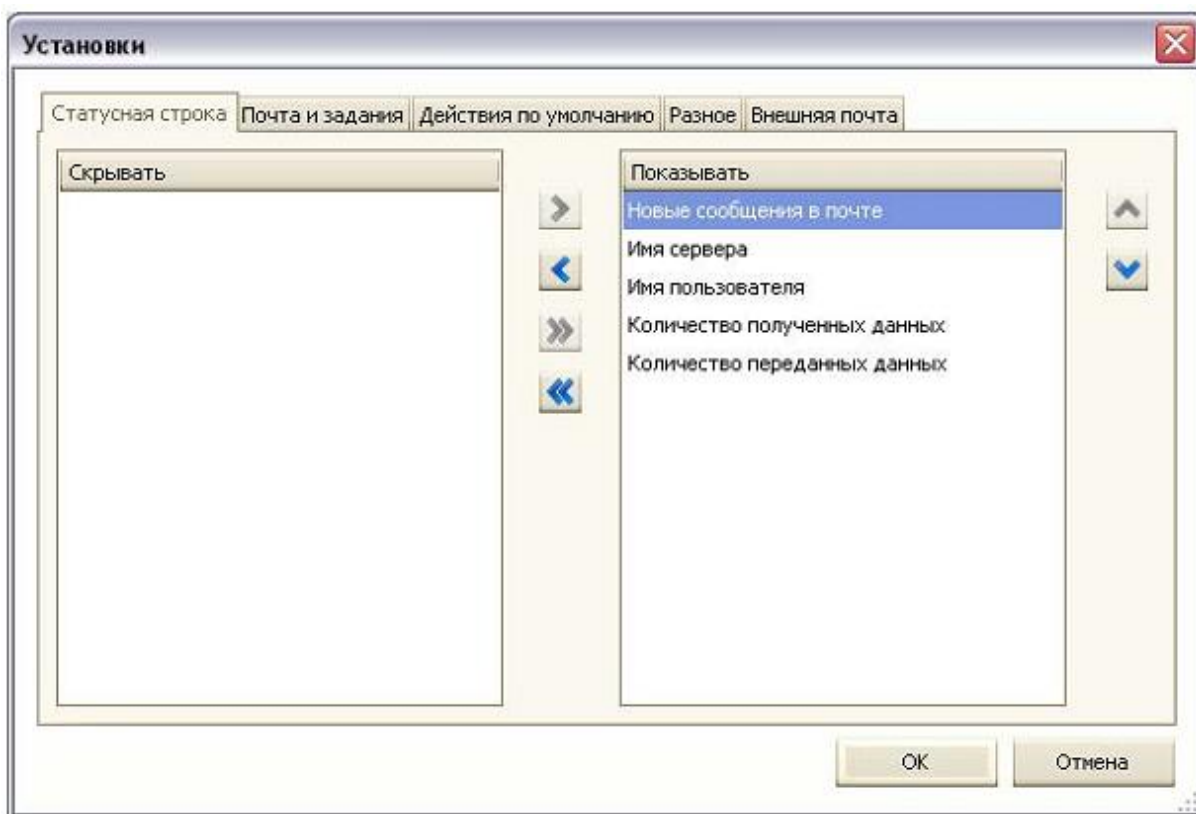

Рис. 7 Окно «Установки»
**Статусная строка** предназначена для отображения подсказок. В правой её части может отображаться имя компьютера сервера приложений, к которому производится подключение и имя пользователя, пиктограммы новых почтовых сообщений и заданий, а также другая информация. Настройки размещения информации в статусной строке выполняются при помощи страницы «Статусная строка» окна «**Установки**» (рис. 7), для вызова которого используется команда текстового меню «**Сервис/Установки ...**».